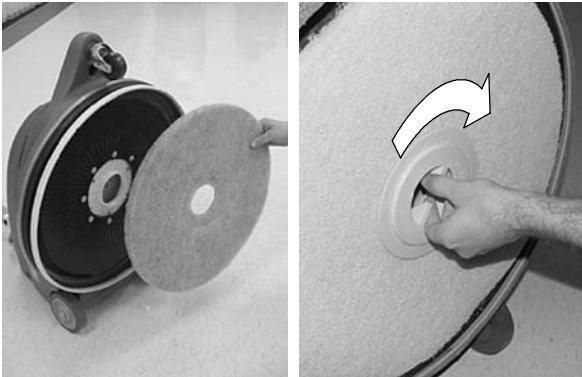

FIG. 2
4. Enlevez la bague de blocage centrale en plastique du système d'entraînement du patin. Positionnez le patin sur son système d'entraînement et reinsérez fermement la bague en la faisant pivoter dans le sens des aiguilles d'une montre (Figure 2).